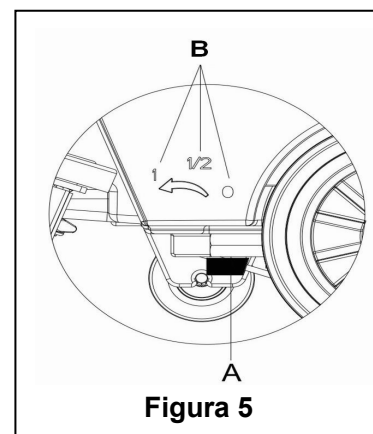

Figura 5
La regolazione della manopola della valvola di flusso (A, Figura 5) deve essere fatta quando l'interruttore (38) è in posizione "O".
12. il volume del flusso d'acqua può essere regolato per mezzo della manopola della valvola di flusso (A, Figura 5) in base alla quantità d'acqua effettivamente necessaria alla pulizia del pavimento.